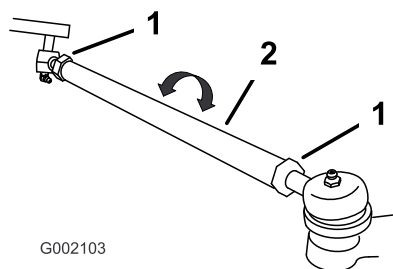

Figura 35
7. Si la distancia no es de 0–6 mm, afloje las contratueras en ambos extremos de las bielas (Figura 35).